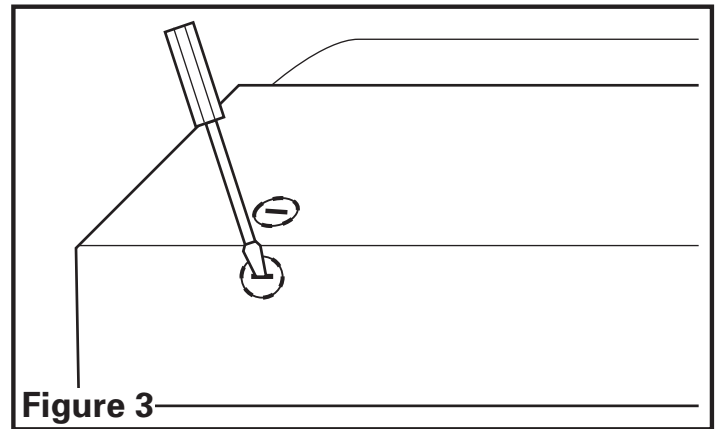

Figure 3
1. Déterminer où le service électrique entrera dans la hotte et enlever les alvéoles défonçables électriques appropriées en insérant un tournevis dans la fente et en le repliant vers l'avant et l'arrière jusqu'à ce que les alvéoles deviennent lâches (**Figure 3**).